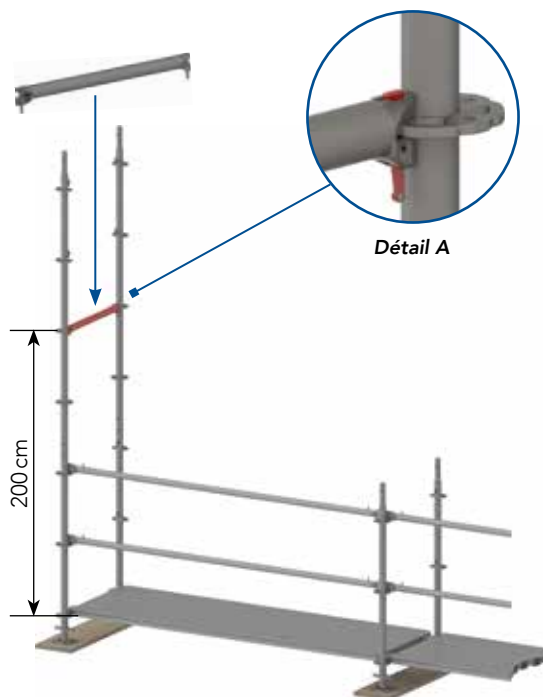

Figure 24 : Montage de la lisse.
13. La lisse de 75 cm est alors posée entre les deux montants verticaux. Il doit être positionné 200 cm au-dessus du niveau de plateau inférieur (voir la figure 24). Enfoncer ensuite les clavettes avec un marteau (détail A).